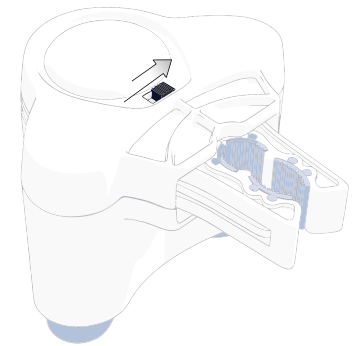

ABBILDUNG 3
5. Die offene Nase der Flasche mit Antibeschlaglösung vollständig in die Behälteröffnung des See Sharp® Geräts einsetzen. (Abbildung 3)
7. Fünf (5) Minuten warten, bis das See Sharp® die optimale Temperatur erreicht hat.